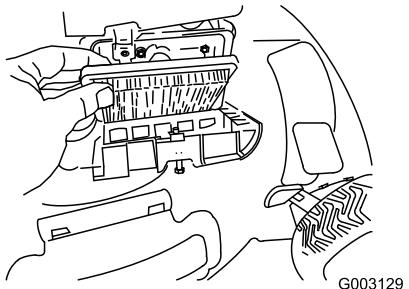

Figure 39
- Remettez le couvercle en place (Figure 39).